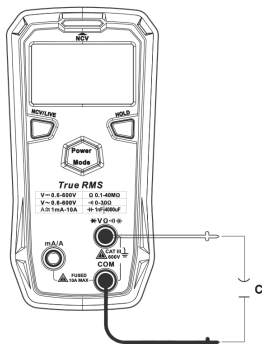

Рис. 7 Измерение ёмкости
7.5 Измерение ёмкости (см. рис. 7)